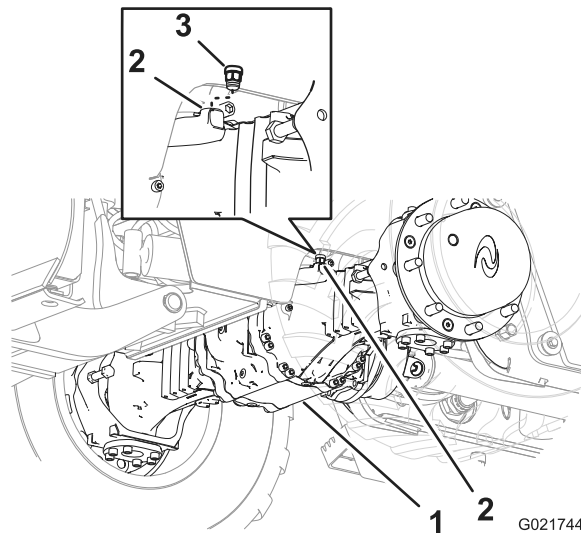
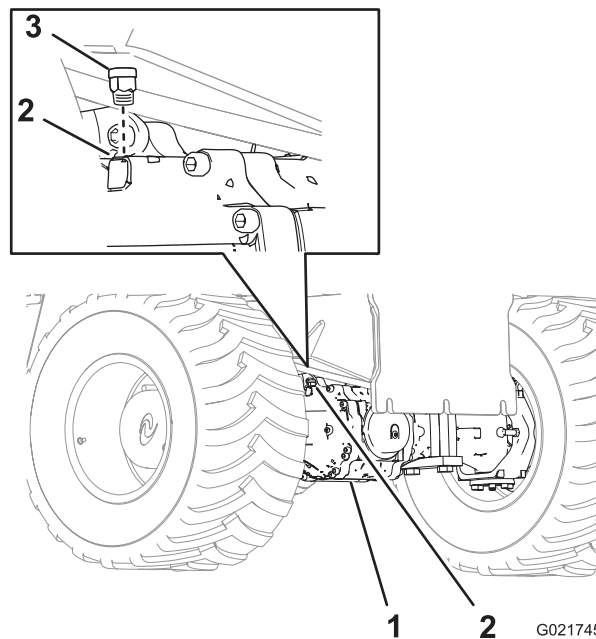

Рисунок 73
Рисунок 74
- Очистите поверхность вокруг сапунов с помощью очищающего растворителя (Рисунок 73 и Рисунок 74).
- Отверните сапун из переднего моста (Рисунок 73).
- Отверните сапун из заднего моста (Рисунок 74).
6. Установите сапун в передний мост (Рисунок 73).
7. Установите сапун в задний мост (Рисунок 74).